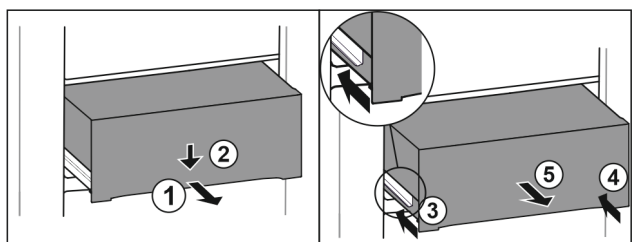

Fig. 151
- ▶ Extrageți pe jumătate sertarul. Fig. 151 (1)
- ▶ Apăsăți în jos sertarul pe partea frontală. Fig. 151 (2)
- ▶ Inșerați șina stângă aproximativ 2 cm. Fig. 151 (3)
- ▶ Inșerați șina dreaptă aproximativ 2 cm. Fig. 151 (4)
- ▶ Extrageți sertarul spre înainte. Fig. 151 (5)